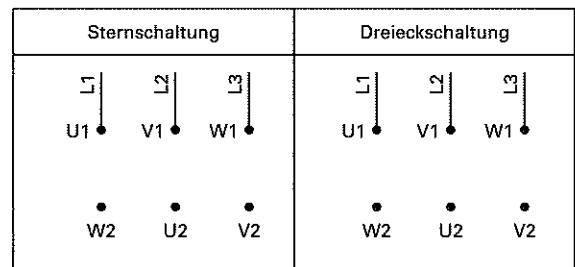

Bild 2: Klemmbretter
3. In der Praxis werden die einzelnen Motorwicklungen durch Kontaktbrücken am Klemmbrett miteinander in Stern oder Dreieck geschaltet. Ergänzen Sie die beiden Klemmbretter (Bild 2) um die Kontaktbrücken für die jeweilige Schaltung.